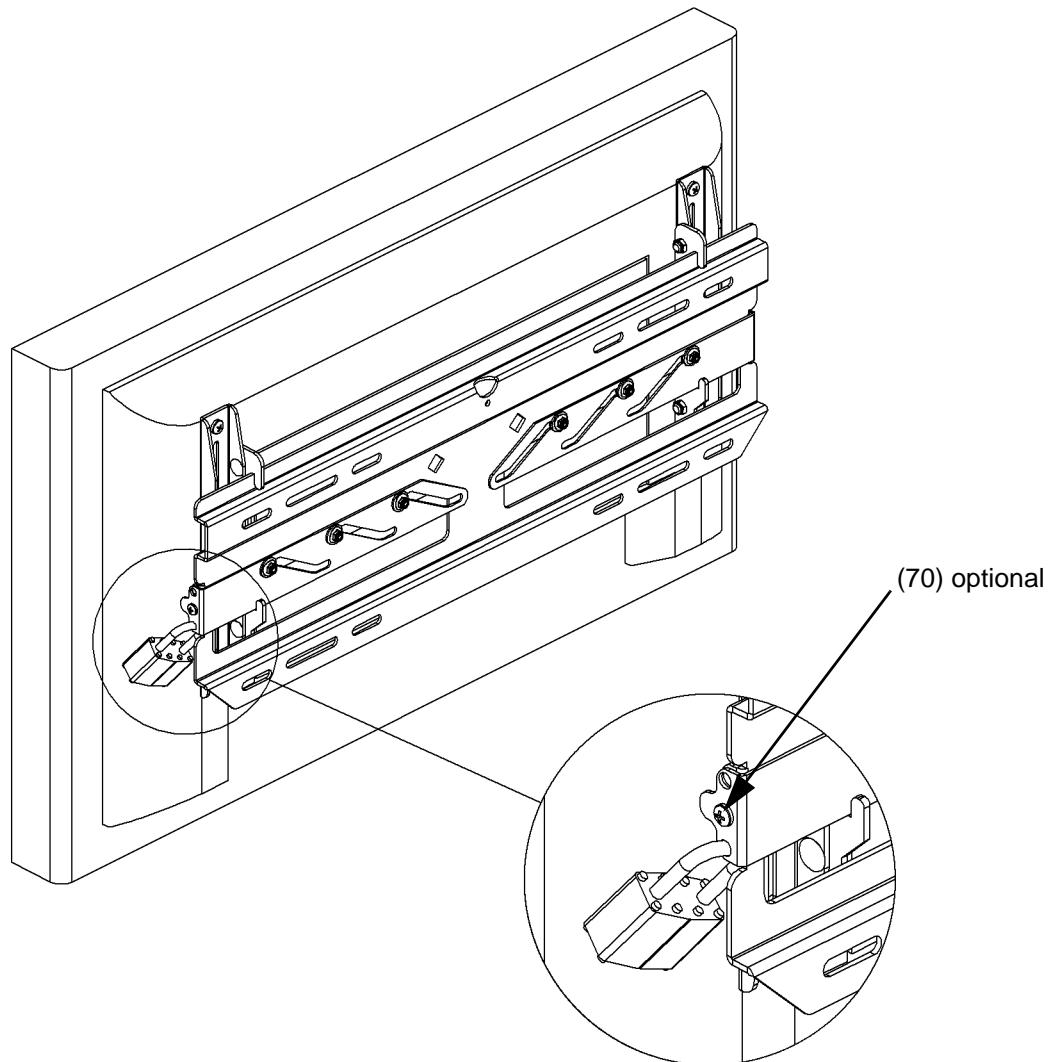

Abbildung 9. Display sichern
1. Das Display auf die Wandplatte (10) setzen, indem die Haken an den Halterungen (20 und 30) oben in die Wandplatte eingehakt werden.
2. Das Display arretieren, indem die Verriegelungen an beiden Seiten nach innen geschoben werden (siehe Abbildung 9).
3. Auf Wunsch als zusätzliche Sicherheitsvorkehrung die selbstschneidenden Schrauben (70) und/oder Vorhangeschlösser (nicht mitgeliefert) anbringen (siehe Abbildung 9).